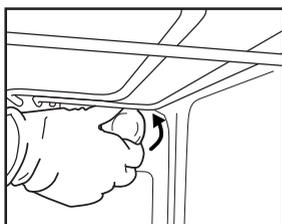
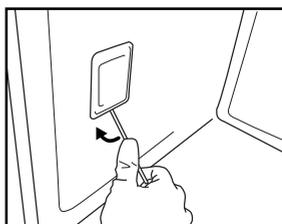

Рис. 6
Рис. 7
2. Выкрутите плафон (Рис. 6), замените лампочку (тип лампочки указан в примечании) и вкрутите плафон снова (Рис. 7).
3. Подденьте крышку лампы (Рис. 7) отверткой.